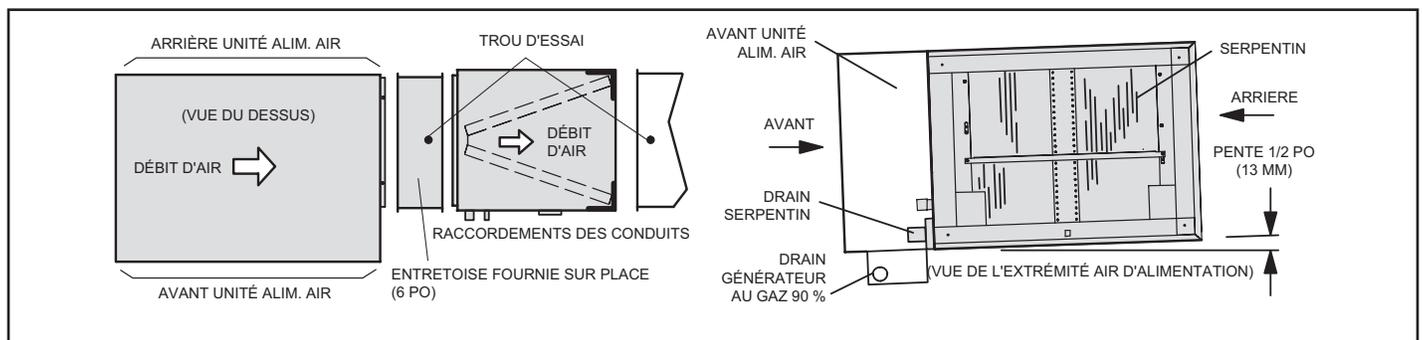

FIGURE 5. Refoulement de l'air par la droite avec entretoise
- 2 - **Refoulement à gauche et à droite avec entretoise fournie sur place - Le serpentin doit avoir une pente de 1/2 po depuis l'arrière de l'enceinte jusqu'au drain.** Positionnez le serpentin en configuration gauche à droite du côté de l'accès d'entretien du générateur d'air chaud. Insérez une entretoise fournie sur place entre le générateur d'air chaud et le serpentin. Utilisez des vis fournies sur place pour fixer l'enceinte du serpentin, l'entretoise et le générateur d'air chaud ensemble. L'entretoise doit être suffisamment longue pour permettre une installation correcte (environ 6 pouces minimum). Reportez-vous à la figure 5.